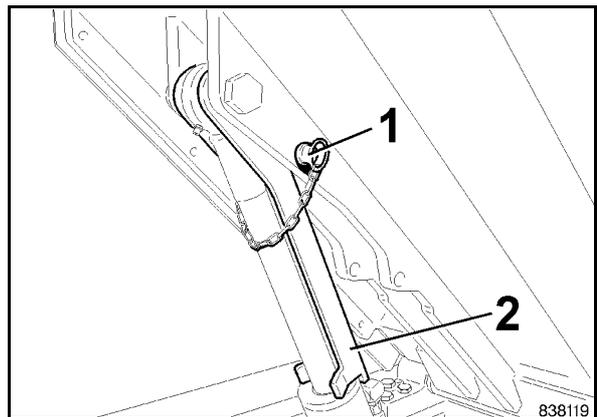

Fig. 128
- Sbloccare il sostegno 2 (Fig. 128) e girarlo sull'asta del pistone.
- Inserire il perno di fermo (1) a monte.